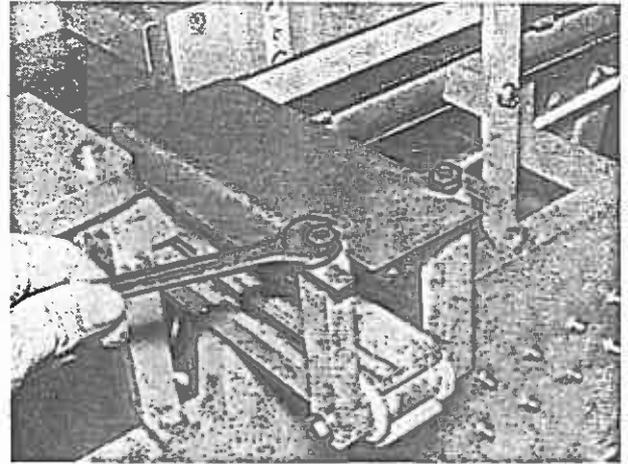

Bild 75
10. Befestigungsschrauben des Abschiebers heraus-schrauben (Bild 75), Abschieber abnehmen.